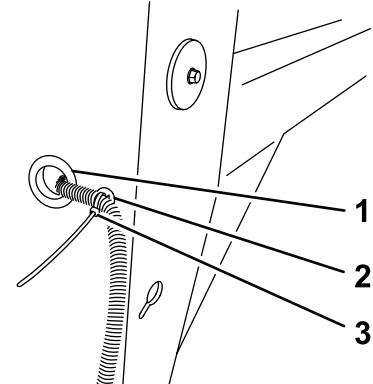
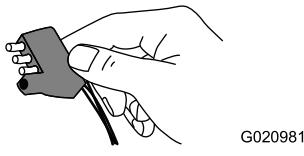

Figure 11
Figure 12
5. Tirez l'avant du faisceau de câblage à travers le trou du montant avant de la machine de sorte à laisser un mou de 61 cm (24 po) au-delà du montant de remorquage (Figure 11).
- 6. Glissez le passe-câble par dessus le connecteur à 4 broches (Figure 12) à l'avant du faisceau de câblage, et placez-le dans le trou du montant avant (Figure 11).